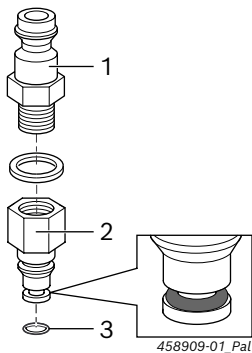

Fig. 2: Montere returadapter 1 687 016 138
1. Skru inn og trekk til koblingsnippel (Fig. 2, Pos. 1) med flat tetningsring (A10 x 13,5) i adapter (Fig. 2, Pos. 2).
2. Skyv O-ring (Fig. 2, Pos. 3) inn i sporet.